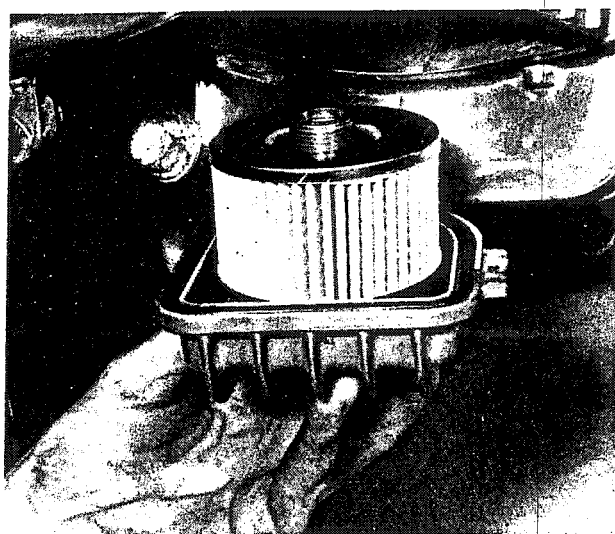

Bild 119
- Die Befestigungsschraube durch den Filtergehäuse-deckel einführen und die Druckfeder und die Scheibe einsetzen. Einen neuen Filtereinsatz auf die Schraube aufschieben und das Ganze in das Kurbelgehäuse einbauen (Bild 119). Der Deckel ist mit einem doppelten Ansatz versehen, der genau über den Gehäuseansatz greifen muss, bevor die Schraube festgezogen wird. Beim geringsten Zweifel am Zustand der Deckeldichtung oder des O-Ringes der Hohl-schraube müssen diese Dichtungen ersetzt werden.